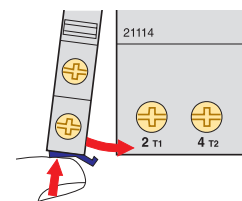

Fig. 2 - Montage van de hulpelementen op de automaat
- Een stroomafwaarts geplaatste differentieelinrichting 30 mA type s die ongevoelig is voor dit type storingen. (fig.2)
Montage van de hulpelementen (fig. 2) :